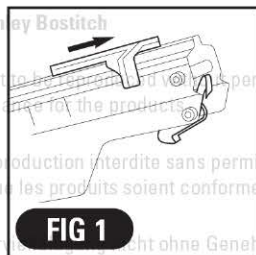

FIG 1
1. Ouvrir le chargeur : Tirer sur le poussoir pour engager le cliquet. (Fig 1)